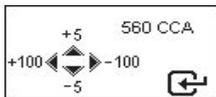

Fig.17
13. Per modificare il valore CCA, premere i tasti ◀ o ▶ se si intende diminuire o aumentare i valori di 100 unità per volta, oppure i tasti ▲ o ▼ se si intende aumentare o diminuire il valore di 5 unità per volta come mostrato in Fig.17 di seguito.